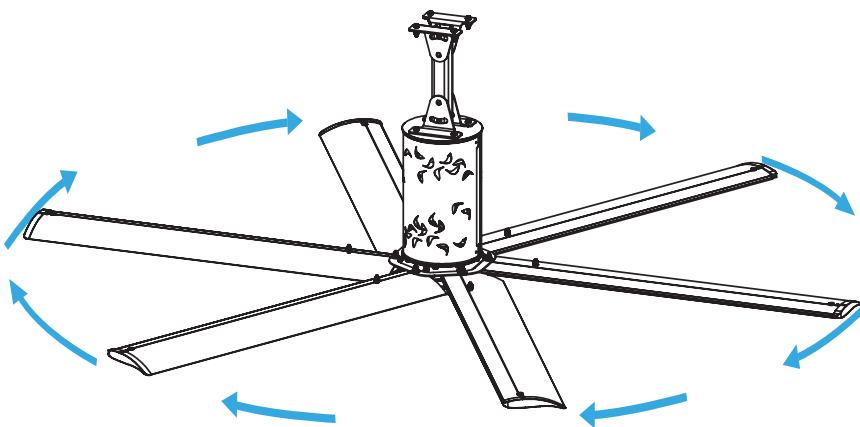

Fig. 14.1
14.7 Verifique la rotación apropiada del ventilador. El giro debe ser en sentido opuesto de las manecillas del reloj, cuando se observa desde abajo de éste, como se muestra en la siguiente imagen (Fig. 14.1)